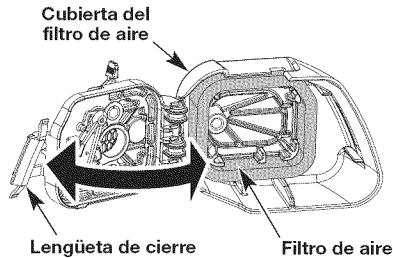

Fig. 21
- Abra la cubierta del filtro de aire presionando hacia dentro la lengüeta de traba y sacando la cubierta del filtro (Fig. 21).
- Retire el filtro de aire (Fig. 21).
- Vuelva a colocar el filtro de aire en la tapa del filtro de aire (Fig. 21).
- Cierre la tapa del filtro de aire haciéndola girar hacia la izquierda y luego haciendo presión sobre la lengüeta de cierre hacia abajo hasta que caiga en su lugar (Fig. 21).